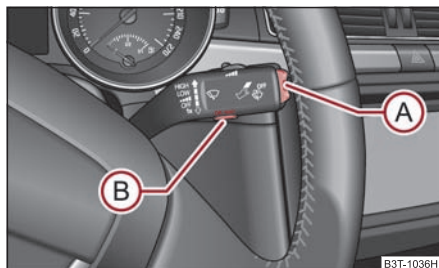
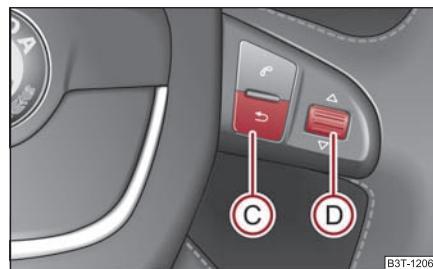
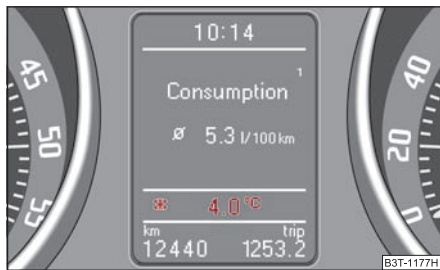

Fig. 21 Indicateur multifonctions: Éléments de commande
Fig. 22 Indicateur multifonctions: Utilisation avec les touches sur le volant multifonctions
Fig. 23 Température extérieure
La modification de la mémoire se fait au moyen de la touche **(B)** ⇒ page 23, fig. 21 sur la manette des essuie-glaces ou à l'aide de la touche **(D)** sur le volant multifonctions* ⇒ page 23.
L'interrupteur **A** et la touche **B** se trouvent dans la poignée de la manette des essuie-glaces ⇒ fig. 21.
Sur les véhicules, qui sont équipés du volant multifonctions*, les touches **A** et **B** ont été remplacées par la molette sur le volant multifonctions ⇒ fig. 22. ■
Les modifications et la remise à zéro se font au moyen de la molette **D** ⇒ fig. 22.
Un symbole représentant un flocon de neige (signal d'avertissement contre le verglas) apparaît si la température extérieure descend en-dessous de + 4 °C ⇒ fig. 23 et un signal retentit. Après avoir appuyé sur l'interrupteur **(A)** de la manette des essuie-glaces ⇒ page 23, fig. 21 ou sur la touche **(C)** du volant multifonctions ⇒ page 23, fig. 22 la fonction représentée est celle qui a été affichée en dernier.
La durée du trajet depuis le dernier effacement de la mémoire apparaît sur le visuel. Si vous souhaitez calculer la durée du trajet à partir d'un moment bien précis, vous devez remettre la mémoire à zéro à ce moment-là, en appuyant sur la touche **(B)** de la manette des essuie-glaces ⇒ page 23, fig. 21 ou sur la molette **(D)** du volant multifonctions* ⇒ page 23, fig. 22 pendant plus d'1 seconde.
Si vous souhaitez calculer la consommation moyenne de carburant pour une période précise, vous devez remettre la mémoire à zéro au début de la mesure, au moyen de la touche **(B)** de la manette des essuie-glaces ⇒ page 23, fig. 21 ou au moyen de la molette **(D)** du volant multifonctions* ⇒ page 23, fig. 22. Après l'effacement des traits apparaissent sur le visuel durant les 100 premiers mètres.
Le trajet parcouru depuis le dernier effacement de la mémoire apparaît sur le visuel ⇒ page 22. Si vous souhaitez calculer le trajet parcouru à partir d'un moment bien précis, vous devez remettre la mémoire à zéro à ce moment-là, en appuyant sur la touche **(B)** de la manette des essuie-glaces ⇒ page 23, fig. 21 ou sur la molette **(D)** du volant multifonctions* ⇒ page 23, fig. 22.
La vitesse moyenne en km/h depuis le dernier effacement de la mémoire apparaît sur le visuel ⇒ page 22. Si vous souhaitez calculer la vitesse moyenne pour une période précise, vous devez remettre la mémoire à zéro au début de la mesure, au moyen de la touche **(B)** de la manette des essuie-glaces ⇒ page 23, fig. 21 ou au moyen de la molette **(D)** du volant multifonctions* ⇒ page 23, fig. 22.
- Appuyez sur la touche **(B)** de la manette des essuie-glaces ⇒ fig. 25 ou sur la molette **(D)** du volant multifonctions* ⇒ page 23, fig. 22. **Speed warning 50 km/h (Avertissement à 50 km/h)** est affiché sur le visuel d'informations* ⇒ fig. 24.
Si maintenant vous dépassez la vitesse réglée, **Speed 50 km/h exceeded (Vitesse 50 km/h dépassée)** s'affiche sur le visuel. Ce message reste affiché tant que la vitesse ne descend pas sous la vitesse limitée réglée ou que le message n'est pas supprimé en appuyant sur la touche **(B)** de la manette des essuie-glaces ⇒ fig. 25 ou sur la molette **(D)** du volant multifonctions* ⇒ page 23, fig. 22.